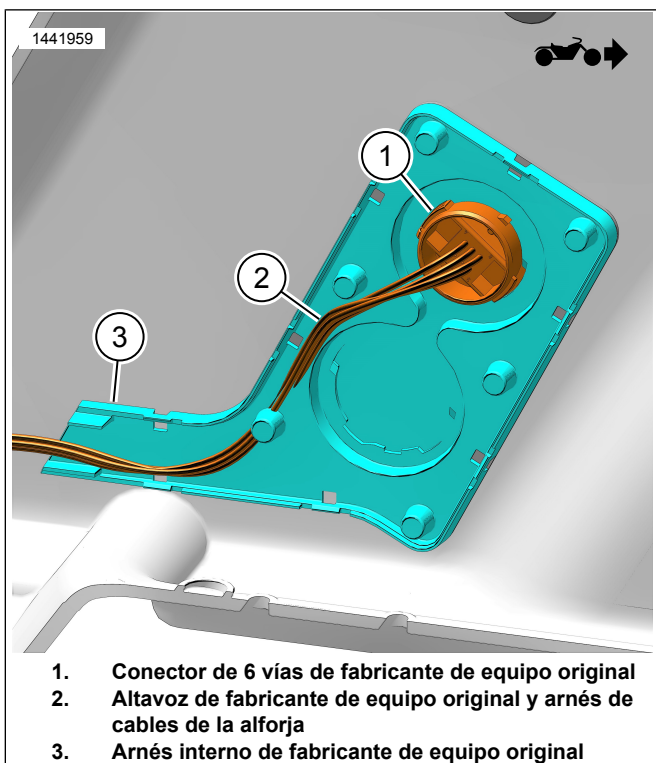

Figura 6. Arnés interno de fabricante de equipo original (dentro de la alforja)
1. Figura 6 Quite los componentes de equipo original que están en la alforja derecha.
- d. Quite el conector de 6 vías de equipo original [289B] (1). Suelte el bloqueo de retención y gírelo hacia la izquierda.
- e. Tire de los conectores y los cables del arnés del altavoz y de la alforja (2) para sacarlos por el agujero. Guárdelos para usar más adelante.
- f. Quite y deseche el arnés interno de equipo original (3) y los tornillos.
2. Figura 6 Instale el conector de 6 vías de equipo original (1) correspondiente a la alforja derecha.
- a. Instale los conectores y los cables del arnés del altavoz y de la alforja (2) en el agujero.
- b. Instale el conector de 6 vías de equipo original [289B] (1). Gírelo hacia la derecha hasta que se bloquee la retención.